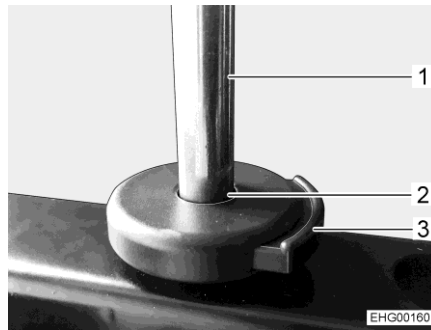

Fig. 22 Touche de déverrouillage (appui-tête)
- Mettre les montants (Fig. 22,1) de l'appuie-tête en place dans les fixations (Fig. 22,2).
- Appuyer sur la touche de déverrouillage (Fig. 22,3) et pousser l'appuie-tête jusqu'à la position désirée.
- Presser la touche de déverrouillage (Fig. 22,3).